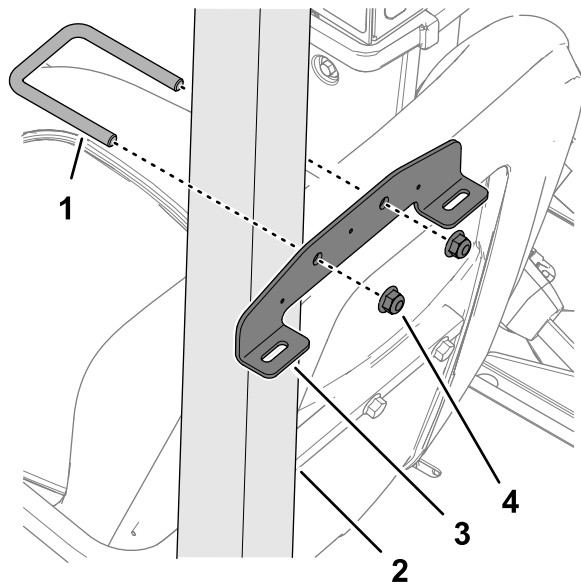

Figura 23
2. Instale o suporte de montagem no tubo da barra de segurança (Figura 23) com uma cavilha em U e duas porcas de bloqueio flangeadas (3/8 pol.).